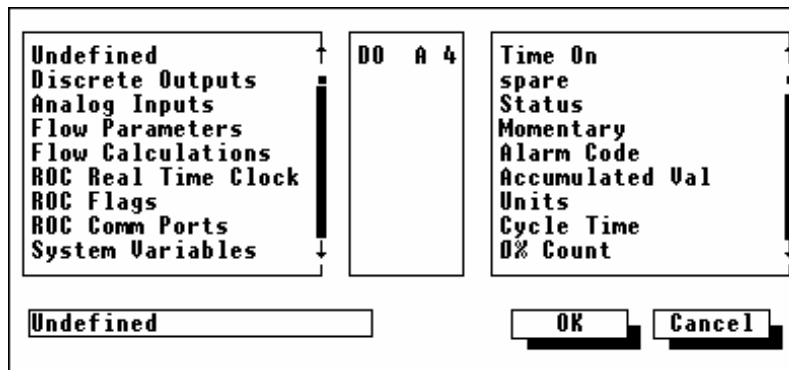

Figura 3-33, definição de ponto.
**Pressão Diferencial** – o botão associado mostra e designa um dado que sente a pressão diferencial (alta pressão diferencial, se a função PD Parada estiver ligada) as unidades admitidas para dados são polegadas de coluna de água (kPa se a conversão Métrica estiver ligada). Uma caixa de diálogo (veja figura 3-33) listando todos os tipos de pontos relevantes aparece quando o botão associado é ativado. Se a palavra Manual aparece no botão, o campo de Valor à direita do botão pode ser usado para entrar valores na unidade de engenharia para os dados do medidor. De outra forma, este campo somente indica o valor de dado atual.
**Pressão Estática** – o botão associado mostra e designa o dado que sente a pressão estática. As unidades admitidas para a entrada são PSIG ou PSIA (kPa se a conversão métrica estiver ligada). Uma caixa de diálogo (ver figura 3-33) listando todos os tipos de pontos relevantes aparece quando o botão associado é ativado. Se a palavra Manual aparece no botão, o campo de Valor à direita do botão pode ser usado para entrar valores na unidade de engenharia para os dados do medidor. De outra forma, este campo somente indica o valor de dado atual.
**Temperatura** - o botão associado mostra e designa o dado que sente a temperatura do fluxo de gás. As unidades admitidas para a entrada são graus Fahrenheit (graus Célsius se a conversão métrica estiver ligada). Uma caixa de diálogo (ver figura 3-33) listando todos os tipos de pontos relevantes aparece quando o botão associado é ativado. Se a palavra Manual aparece no botão, o campo de Valor à direita do botão pode ser usado para entrar valores na unidade de engenharia para os dados do medidor. De outra forma, este campo somente indica o valor de dado atual.
**Entrada de Pressão Diferencial Baixa** – esse é o dado designado para monitorar a pressão diferencial baixa. O parâmetro de Pressão Diferencial Parada deve estar ligado para que este dado possa ser usado. Este dado pode ser deixado em Modo Manual. Pressione o botão próximo à etiqueta Dados de Pressão Diferencial Baixa para mostrar a tela de Ponto de Definição (veja figura 3-33) e selecione o ponto desejado.
Uma caixa de diálogo (veja figura 3-33) listando todos os tipos de pontos relevantes aparece quando o botão associado é ativado. Se a palavra Manual aparece no botão, o campo de Valor à direita do botão pode ser usado para entrar valores na unidade de engenharia para os dados do medidor. De outra forma, este campo somente indica a taxa de fluxo instantâneo na unidade volume/dia.
Uma caixa de diálogo (veja figura 3-33) listando todos os tipos de pontos relevantes aparece quando o botão associado é ativado. Se a palavra Manual aparece no botão, o campo de Valor à direita do botão pode ser usado para entrar valores na unidade de engenharia para os dados do medidor. De outra forma, este campo somente indica o valor do dado atual, baseado em pulsos não ajustados do medidor de turbina.